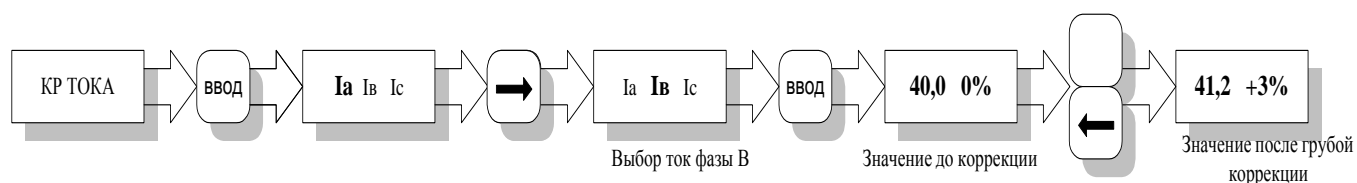

Рис. 11
5.3.11.4. Для начала редактирования требуется нажать кнопку “ВВОД”. При этом на индикаторе отображается текущее значение тока по выбранной фазе и знаковый процент коррекции. Изменение корректируемого значения производится кнопками “▲” (увеличение) и “▼” (уменьшение). При этом текущий ток меняется в соответствии со значением коррекции в соответствии с рис.11.